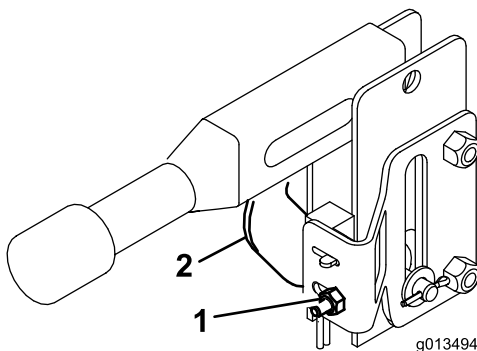

図 25
5. ブレーキのインタロック・スイッチをブレーキ・センサー・ブラケットに固定しているナット（2個）をゆるめる（(図 25)）。
6. スイッチと駐車ブレーキ・レバー・リンクとのすきまが 1.5 mm になるようにブレーキ・スイッチを調整する。±.030. (図 25). スイッチを固定しているナットを締める。